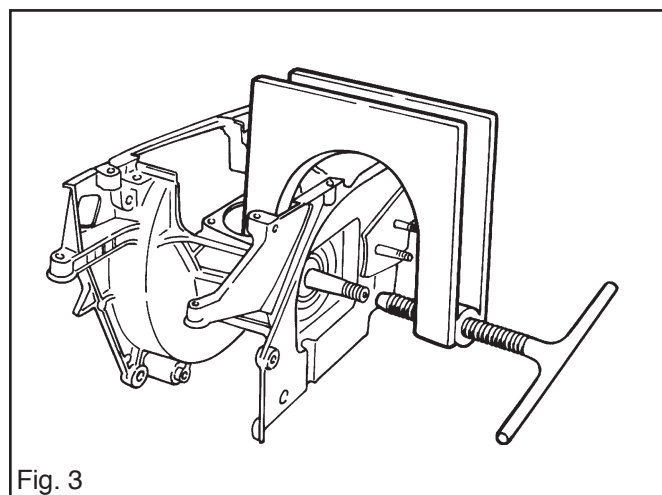

Fig. 3
5. Monter l'outil 502 51 61-01 selon la fig. 3 et démonter le demi carter moteur côté embrayage.